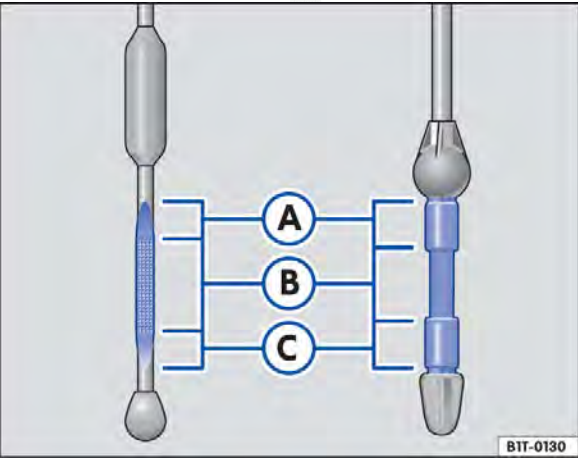
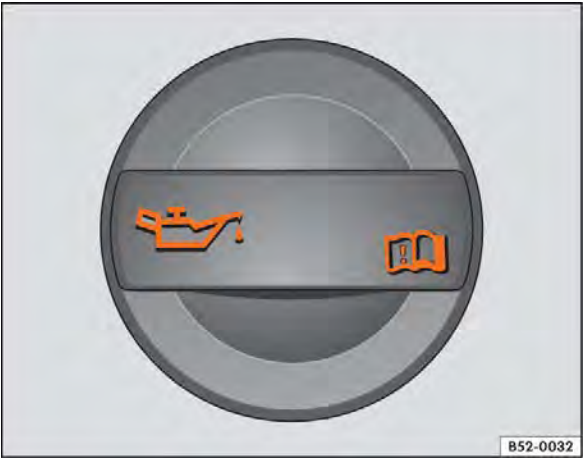

Fig. 133 Vareta de medição do óleo do motor com marcas de nível de óleo do motor.
Fig. 134 No compartimento do motor: tampa da abertura para enchimento de óleo do motor.
4. Identificar a abertura de enchimento de óleo do motor e a vareta de medição do óleo. A abertura para enchimento do óleo do motor é identificada pelo símbolo  na tampa ⇒ Fig. 134 e no punho de cor contrastante da vareta de medição do óleo. Se não estiver claro onde a tampa e a vareta de medição do óleo se encontram, procurar uma Concessionária Volkswagen ou uma empresa especializada.
7. Retirar novamente a vareta de medição do óleo e ler o nível no óleo do motor na vareta de medição ⇒ Fig. 133 da seguinte maneira:
- (A): **não** reabastecer com óleo ⇒ ❶. Continuar com a etapa 15.
- (B): óleo pode ser reabastecido (aproximadamente 0,5 l). Continuar com a etapa 8 ou 15.
- (C): reabastecer **obrigatoriamente** com óleo (aproximadamente 1,0 l). Continuar com a etapa 8.
9. Desrosquear a tampa da abertura para enchimento de óleo do motor ⇒ Fig. 134.
12. Verificar novamente o nível do óleo do motor na vareta de medição do óleo antes de reabastecer com mais uma pequena quantidade de óleo do motor. Nunca reabastecer com óleo do motor em excesso ⇒ ❶.
13. No final do processo de abastecimento do óleo, o nível do óleo do motor deve estar, no mínimo, no meio da área ⇒ Fig. 133 (B), jamais, porém, acima de (A) ⇒ ❶.
Em caso de alta demanda do motor, o nível do óleo do motor deve situar-se na área $\Rightarrow$ Fig. 133 (A), como, por exemplo, em longas conduções por estradas durante o verão, na condução com reboque ou durante travessias em regiões montanhosas.